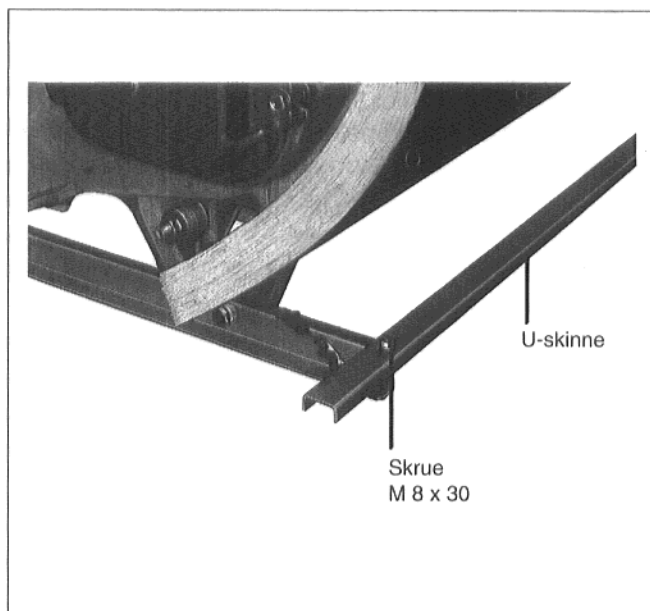

Fig. 41
- U-skinnene legges på høyre og venstre side med langhullet fremover på nedre traverser (fig. 41).
- U-skinnene henges inn i slissene til fremre travers og skrues løst sammen med denne med en skrue M 8 x 30, underlagsskive og mutter hver (fig. 41).